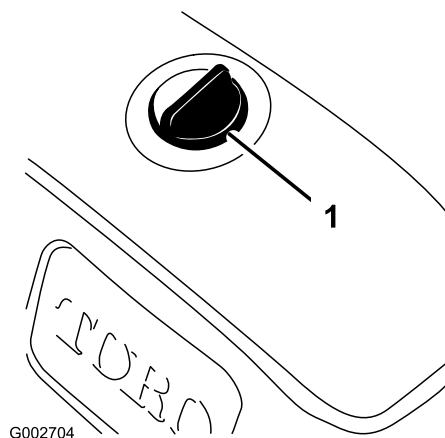

図 43
3. 異物をタンクに入れないう、油圧オイルタンクのキャップ取り付け部周辺をウェスできれいに拭く 図 43。